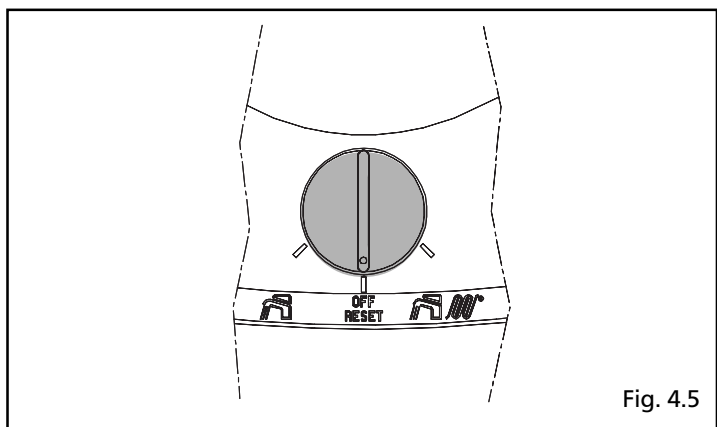

Fig. 4.5
- posizionare il selettore di funzione su OFF/RESET e riportarlo quindi nella posizione desiderata (fig. 4.5).